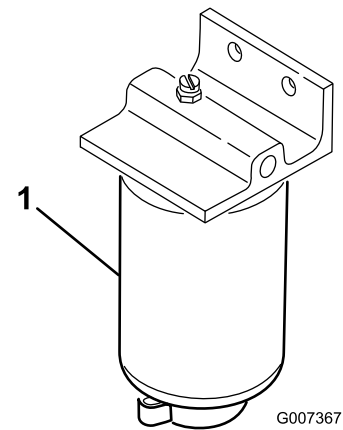

Рисунок 37
3. Откройте сливную пробку на топливном фильтре примерно на один оборот и слейте всю накопившуюся воду (Рисунок 37).